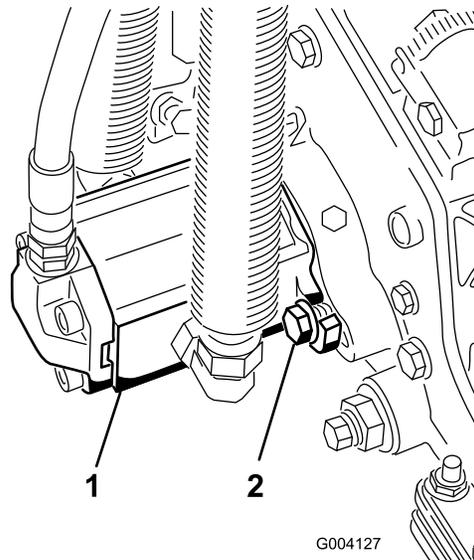

Рисунок 13
16. Установите двигатель, повернув его по часовой стрелке, чтобы фланцы двигателя не закрывали болты (Рисунок 13). Поворачивайте двигатель против часовой стрелки до тех пор, пока фланцы не охватят болты, затем затяните болты.